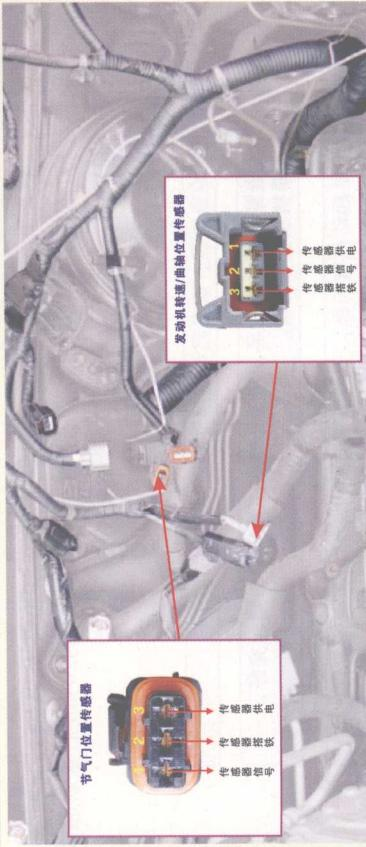

图1-4 传感器线束连接图
- ① 起动发动机，并使其怠速运转。
- ② 用手晃动有关线束插接器进行检查。看线束插接器接触是否可靠。当检查到空气流量传感器线束插接器时，发现一动该插接器，发动机便立即熄火，重新启动发动机后再试，仍然如此。
- ③ 对该不良线束插接器进行仔细检查，发现紧固该插接器的卡环已经脱落。重新装好卡环后再次起动，发动机运转正常，再动该线束插接器时，发动机不再出现熄火现象，故认为故障已经被排除。
- ④ 将该汽车进行路试检查，当通过一段不平的路面时，汽车一颠簸，发现发动机仍有熄火现象，说明故障仍未彻底排除。
- ⑤ 又一次对有关线路进行检查，发现晃动到节气门位置传感器线束插接器时，发动机有些运转不稳定迹象，但再轻敲击时，发动机却又运转正常。沿着这一线束进行检查，未发现有明显的断线，估计是线束插接器接触不良（图1-4）。
- ⑥ 重新插接好各插接器，并将线束固定牢固，然后进行路试，故障排除。